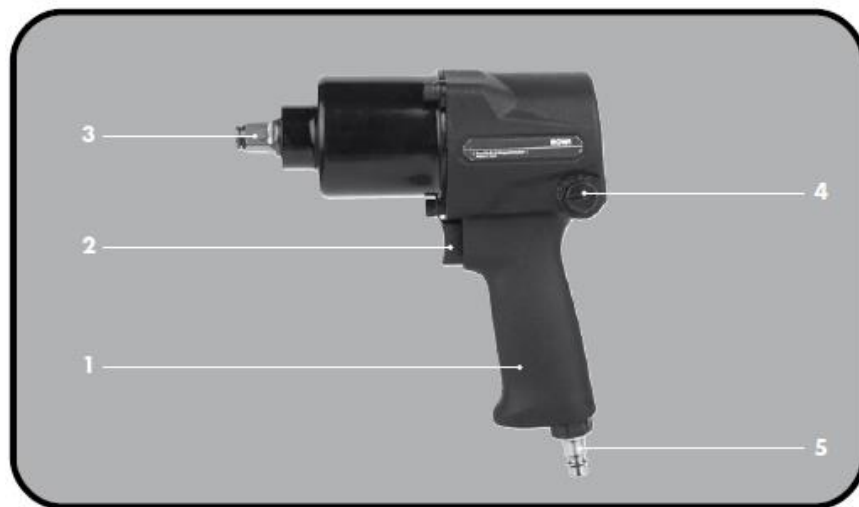

Рис. 1: Обзор аппарата
Выберите необходимую сменную торцевую головку и установите её на присоединительный квадрат (см. рис. 1, поз. 3). Убедитесь в том, что оснастка прочно закреплена на присоединительном квадрате.
- ✓ Для закручивания болтов нажмите до отказа на комбинированный переключатель (см. рис. 1, № 4), расположенный на задней стороне аппарата слева. Аппарат переключается с левого (против часовой стрелки) вращения на правое.
Установка крутящего момента также производится посредством комбинированного переключателя на корпусе (см. рис. 1, № 4). Для этого измените положение комбинированного переключателя на левое вращение и установите его в необходимую позицию: